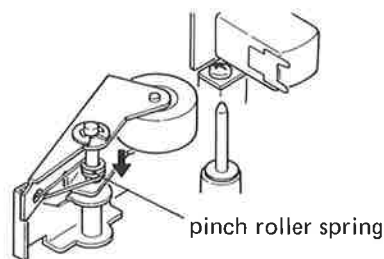

Fig. 4-5
5. If the pinch roller spring (fig. 4-5) was replaced for repair, always position the spring around the lower half of the spring shaft as shown in fig. 4-5.
5. もし修理のためにピンチ・ローラ・スプリング (図4-5) の交換をした時は、必ず図4-5のようにスプリングをスプリング・シャフトの下側に位置させる。